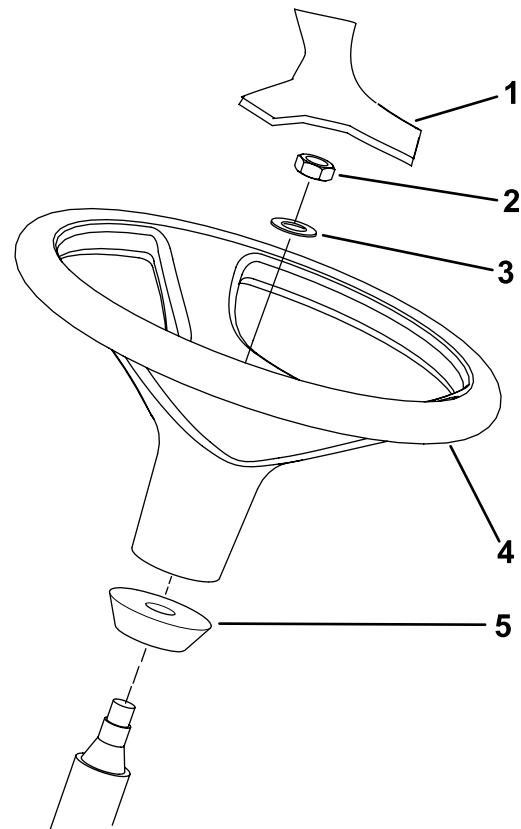

Figure 13
Remarque: Vérifiez que la bague en mousse reste en place sur l'arbre de direction (Figure 13).
3. Glissez le volant et la rondelle sur l'arbre de direction (Figure 13).
5. Posez le couvre-moyeu sur le volant (Figure 13).
1. Retirez le volant du support d'expédition (Figure 13).